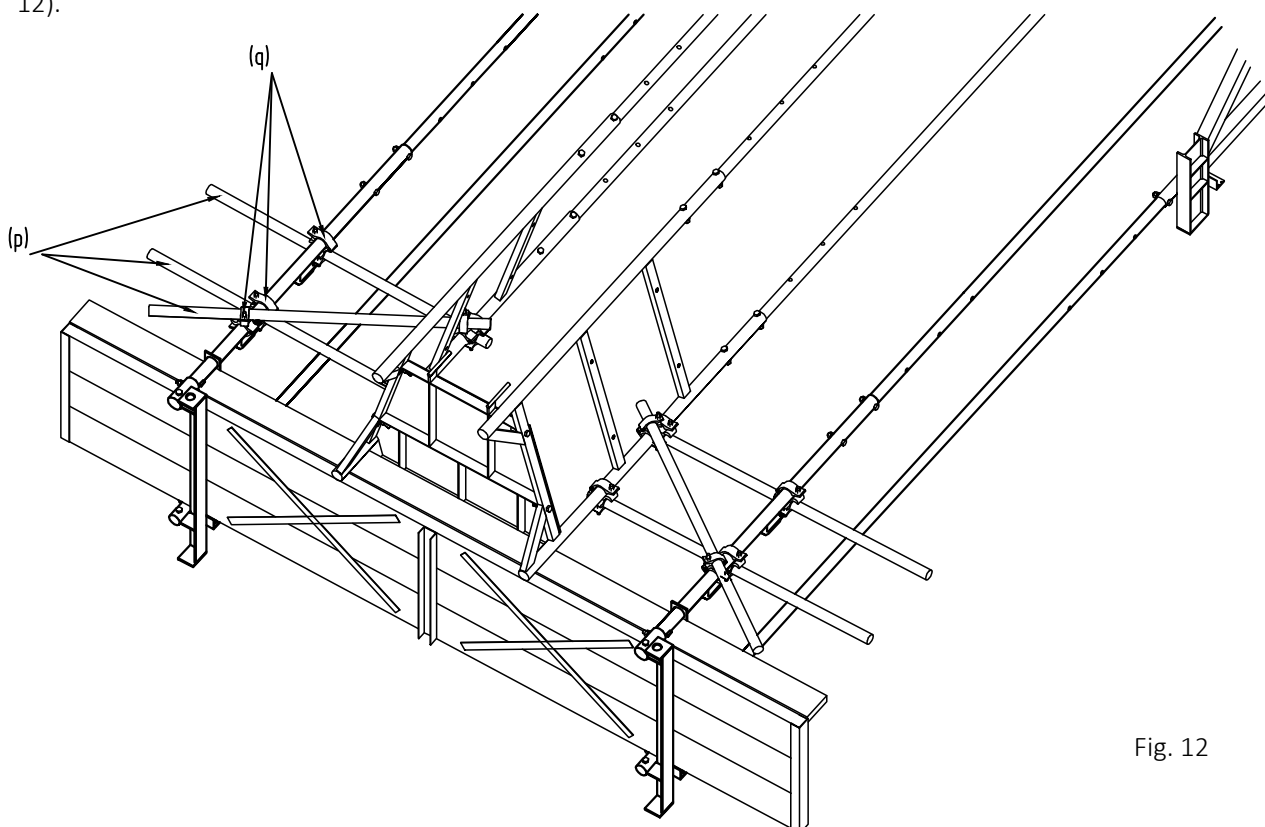

Fig. 12
- 12 Fixer les tubes d'échafaudage de 1500 mm de long (p) [n° de pièce 501500] aux tiges de suspension de la plateforme inférieure et de l'échelle d'accès à l'aide de 2 colliers de tube 60x48 (q) [n° de pièce 510600] chacun. 4 Poser des tubes à l'horizontale en guise de garde corps, et 2 tubes en diagonale en guise de renfort (voir fig. 12).